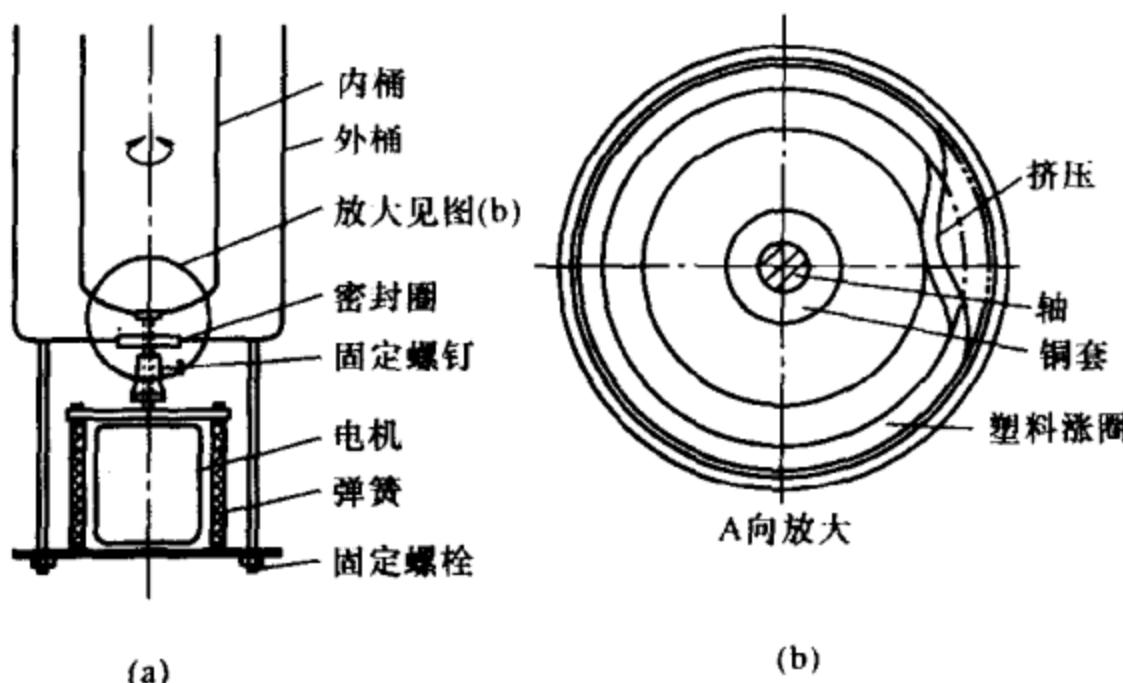

图 1-62 脱水桶安装结构示意图
(1) 松开电机轴上的固定螺钉，然后一只手固定电机转轴，另一只手边旋转脱水内桶，边向上拔，便可将脱水内桶卸下来。脱水桶安装结构图如图 1-62 (a) 所示。
(2) 卸掉电机的三个固定螺栓，拆下闸片上的软轴，电机便可被卸下来。
(3) 卸下脱水外桶的水封圈。拆卸时可按图 1-62 所示的方法，即将塑料涨圈挤扁卸下。然后检查卸下的密封圈。如果密封唇磨损得很厉害，需将镶嵌的铜轴套拆下，以便进一步修理。
(4) 买一只嘉陵摩托车用油封，即减速齿轮箱上的油封，代号为 50、04、080。也可用工业上用的丁型骨架式橡胶油封。总之，只要能和脱水桶轴相配合就可以。